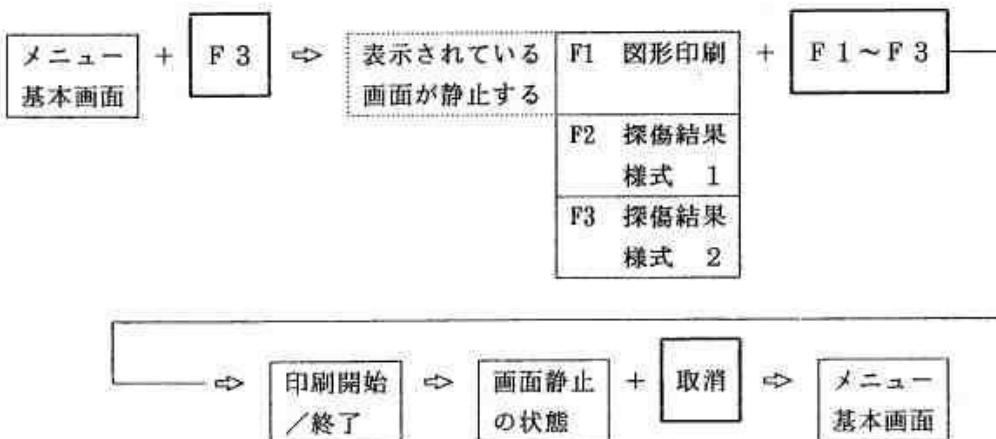

図 6.2.19 表示器上の图形印刷の方法
- ① メニュー基本画面が表示されているとき、選択キー【F 3】を1回押すと、表示器上の図形は静止し、メニューエリアには図 6.2.19 に示す選択メニューが表示されます。
- ② 印刷を必要とする印刷様式に従って、選択キー【F 1～F 3】を1回押して图形印刷を選択します。表示器に表示されている探傷图形や周波数分析結果だけが印刷されます。印刷が終了すると、静止画面の状態のままになります。
- ③ 静止画面の状態を解除する時は、取消キーを1回押します。